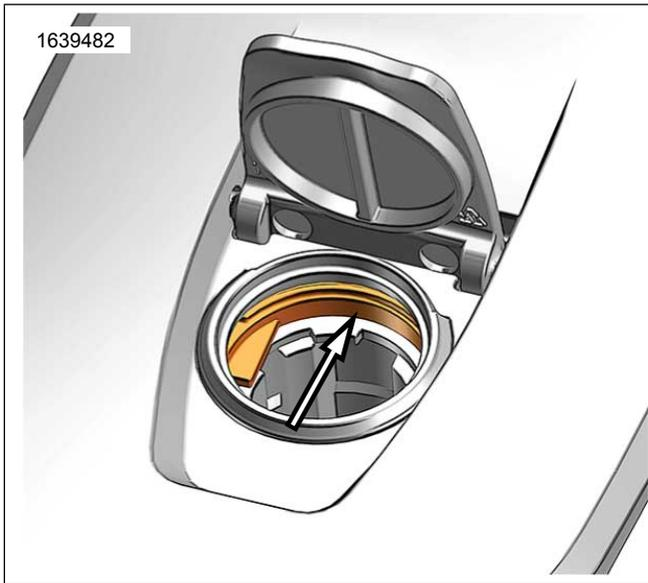

Figure 7. Pièce coulissante du loquet du capuchon
- Voir la figure 7. Si le bouchon est verrouillé avant que le cylindre de verrouillage ne soit installé, utiliser un tournevis ou un autre outil pour appuyer sur la pièce coulissante à l'intérieur du trou de verrouillage du loquet tout en tirant le bouchon vers le haut.